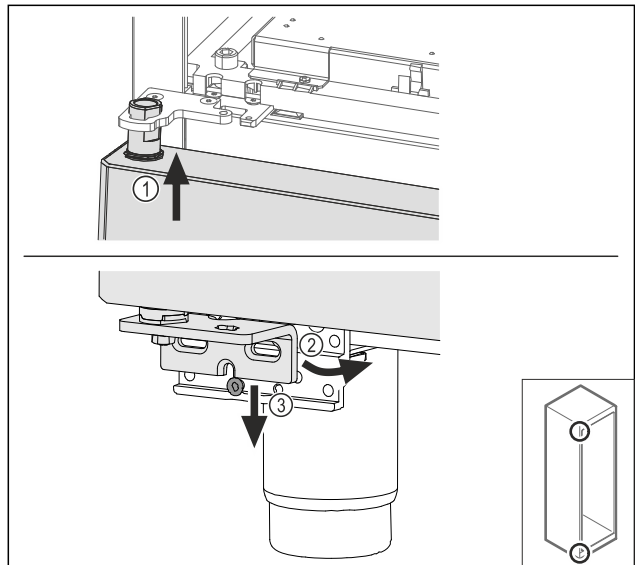

Fig. 64
- ▶ Enfiler la porte légèrement inclinée en haut Fig. 64 (1), redresser la porte Fig. 64 (2) et la poser en bas sur la vis du support de palier Fig. 64 (3).